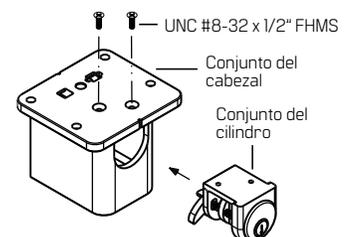

Figura 3 Instalación del conjunto del cilindro
- 1.5 Con la llave quitada, inserte el conjunto del cilindro en el conjunto del cabezal. Consulte la **Figura 3**.